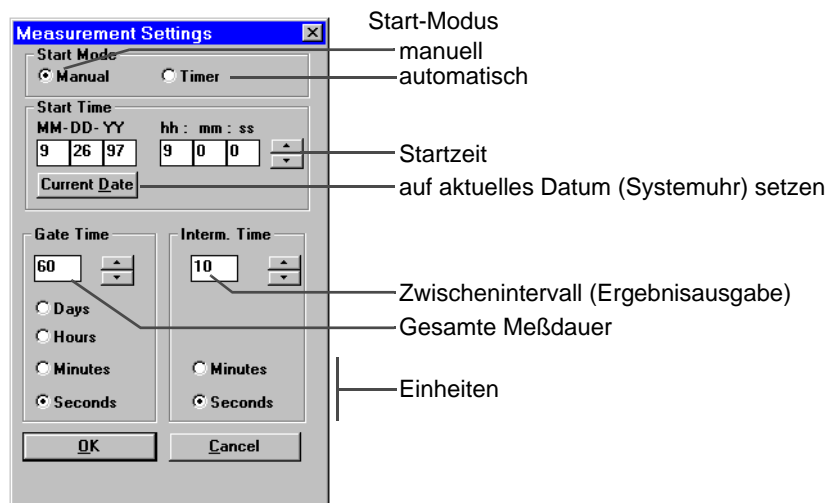

Bild B-25 Dialogfenster "Measurement Settings"
1. Rufen Sie den Dialog "Measurement Settings" auf (siehe Bild B-25).